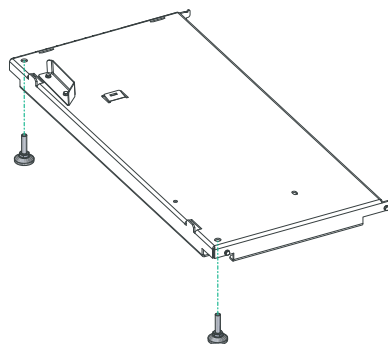

Fig. 60 Avvitare le viti di regolazione nella piastra di base
- ▶ Avvitare 2 viti di regolazione in dotazione nella piastra di base – Fig. 60.